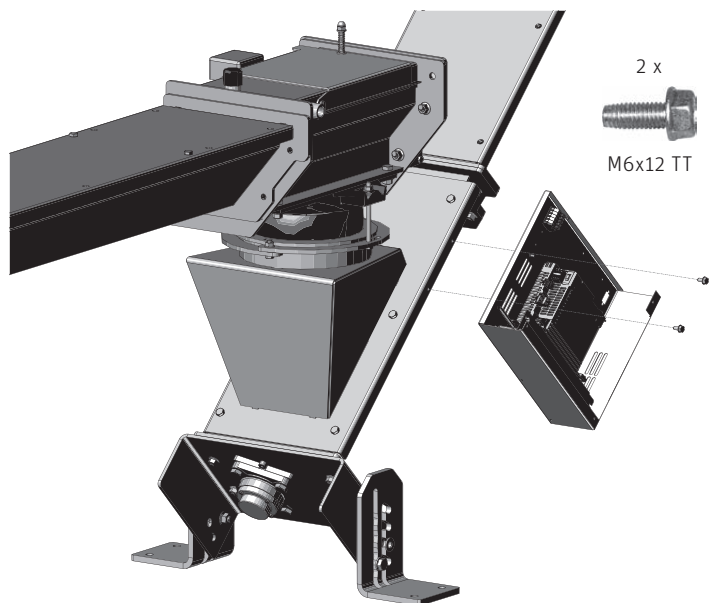

Fig. 146 Schaltfeld 4 montieren
- Schaltfeld 4 mit 2 Stk. gewindefurchende TT-Schraube M6x12 an Übergabesteig-/zwischenschnecke montieren – Fig. 146.